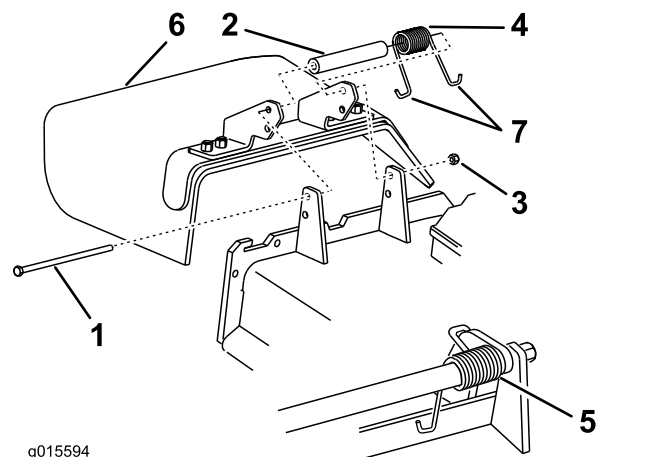

Figure 85
1. Retirez le contre-écrou, le boulon, le ressort et l'entretoise qui fixent le déflecteur aux supports de pivot (Figure 85).
2. Enlevez le déflecteur s'il est endommagé ou usé (Figure 85).
Remarque: Prenez soin de placer 1 extrémité en J du ressort derrière le bord du tablier avant de mettre le boulon en place, comme montré à la Figure 85.
6. Accrochez l'extrémité en J du ressort au déflecteur d'herbe (Figure 85).